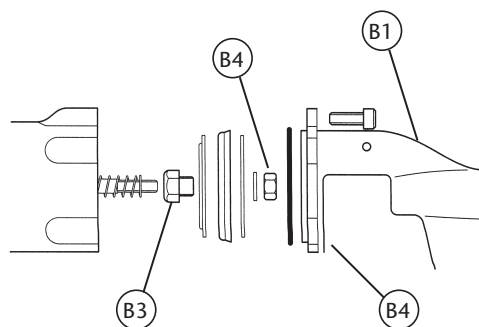

Fig. 4
- Desenroscar y retirar los cinco tornillos (B1) y quitar la culata (B2) y la junta tórica (B3) (fig. 4).